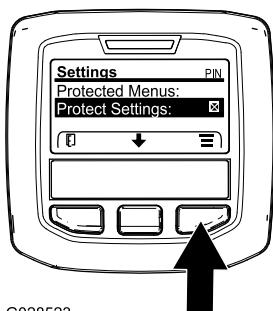

Figura 24
1. Desde el menú PRINCIPAL, utilice el botón central para desplazarse hacia abajo hasta el menú AJUSTES y pulse el botón derecho (Figura 24).